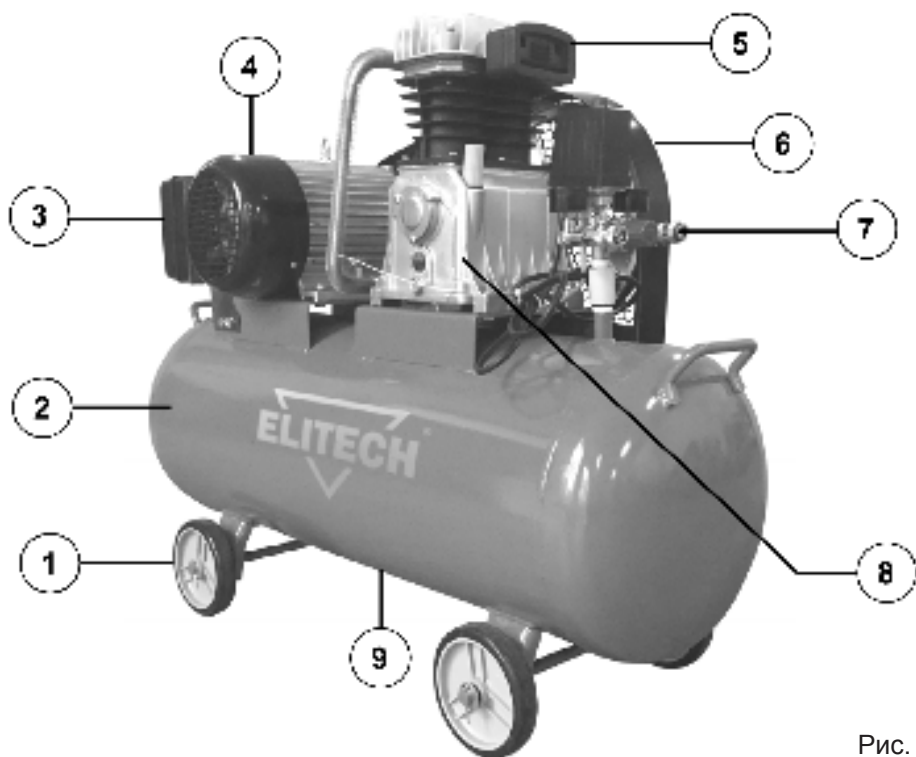

Рис. 1
1. Откройте корпус воздушного фильтра 5 (Рис. 1), открутив два винта.